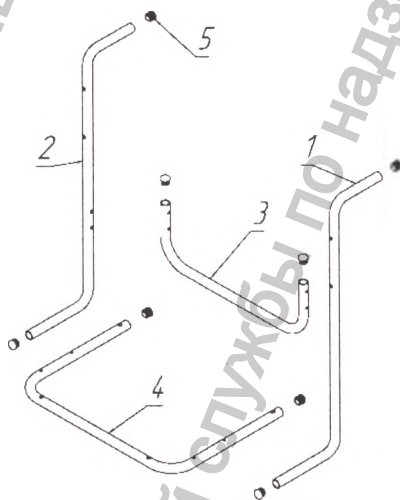

Рисунок 2.5 — Сборка подвижного основания
1) Установите заглушки (поз. 5) в торцы ручки левой (поз. 1), ручки правой (поз. 2), трубы поперечной (поз. 3) и трубы нижней (поз. 4) так, чтобы не осталось щелей (рисунок 2.5).